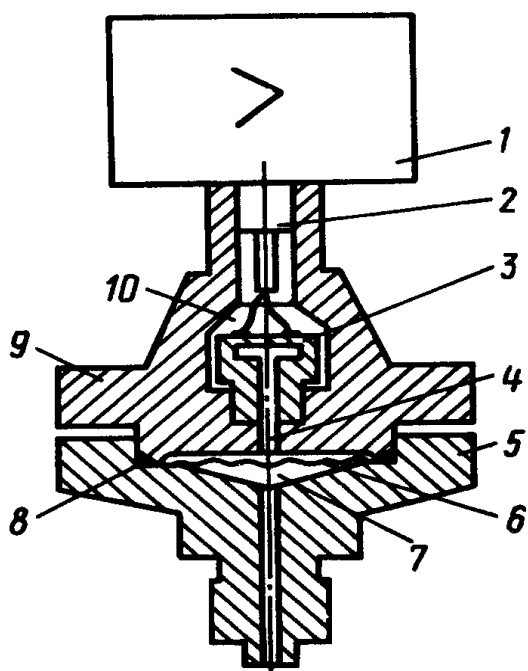

Рисунок 1
1.5.3 Преобразователи Сапфир-22М моделей 2050 и 2060 отличаются от описанных в 1.5.2 тем, что полость 10 (рисунок 1) герметизирована, и сигнал передается в электронное устройство по проводам через гермоввод 2.